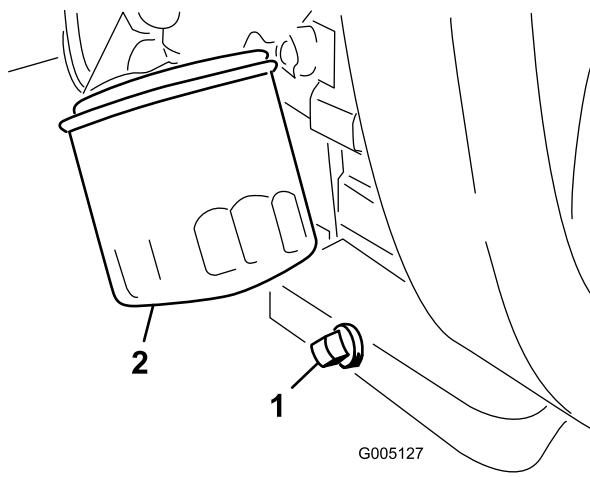

Bild 49
- Entfernen Sie die Ablassschraube (Bild 49) und lassen das Öl in ein Auffanggefäß ab. Schrauben Sie die Ablassschraube wieder ein, nachdem das Öl abgelaufen ist.
- Entfernen Sie den Ölfilter (Bild 49). Ölen Sie die neue Dichtung am Ölfilter leicht mit frischem Öl ein.